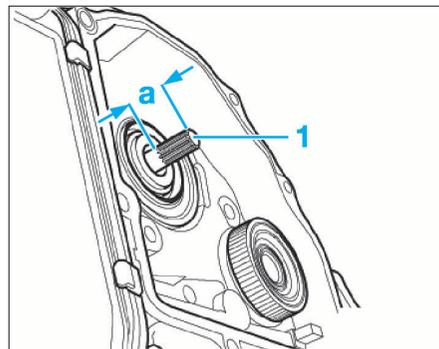

FIG. 24
- insérer l'arbre de pompe à huile (1) jusqu'à la cote "a" (Fig.24).